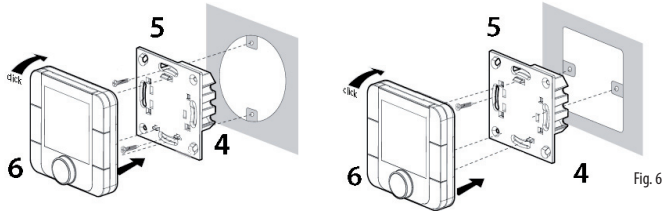

Fig. 6
- Staccare la parte anteriore dal retro del termostato ThT con un cacciavite (Fig. 6);
- Detach the front from the rear of the thT thermostat using a screwdriver (Fig. 6);